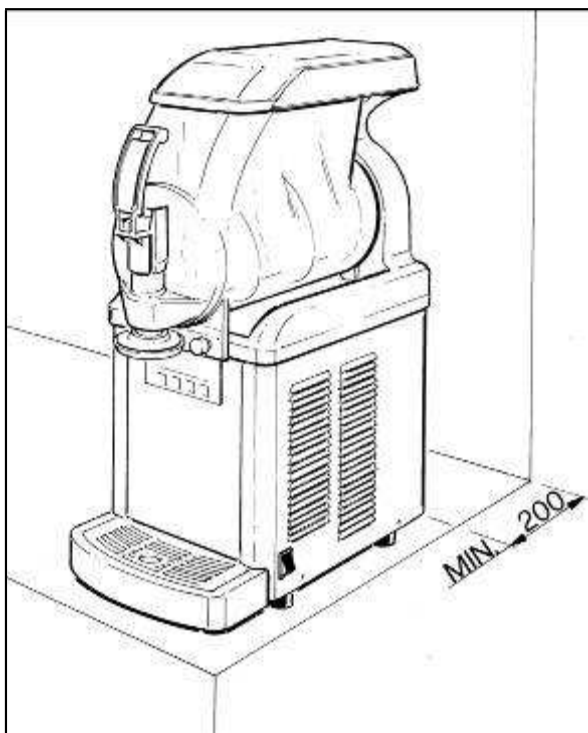

Рис. 2
- б) Поставить аппарат на прочную горизонтальную поверхность таким образом, чтобы к корпусу аппарата свободно поступал воздух (по крайней мере 20 см свободного пространства, Рис.2). Устанавливать аппарат в сухом помещении, вдали от источников тепла. Рекомендуемая окружающая температура для эксплуатации аппарата от 24 до 32°C.